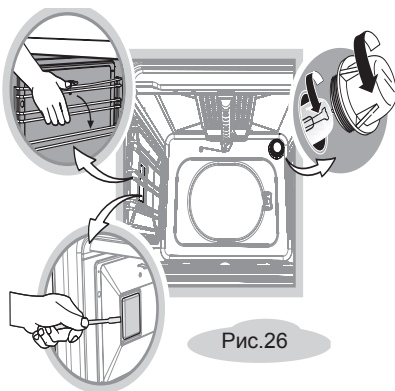

Рис.26
- Открутите стеклянный плафон (рис. 26).
- Плафон боковой подсветки, при наличии, снимается с небольшим усилием. (рис. 26).